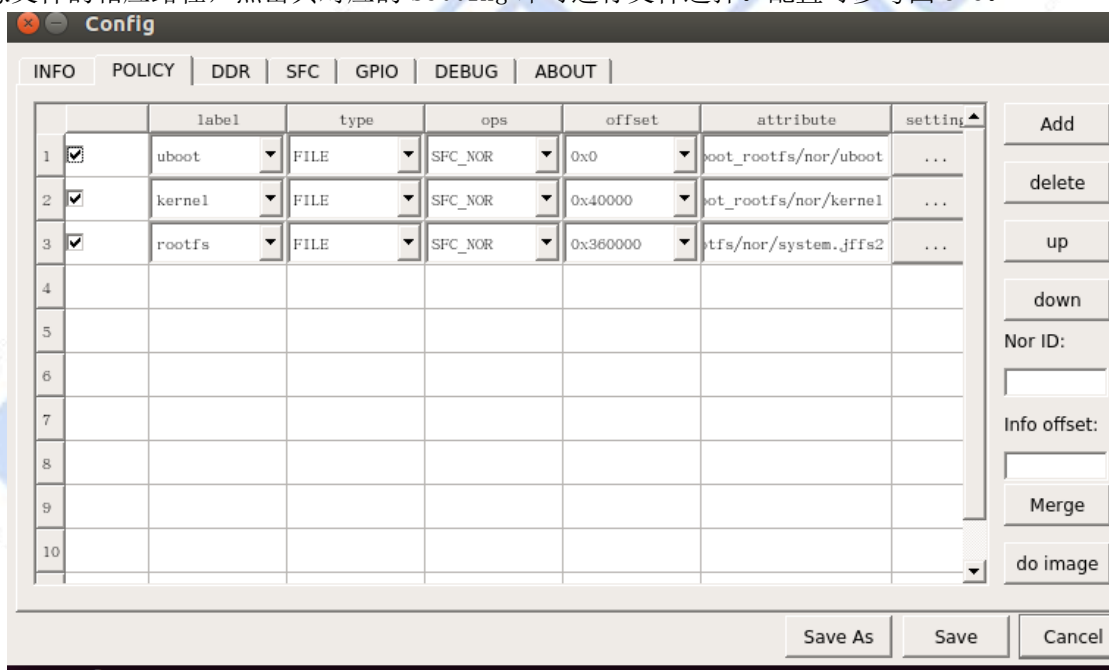

图 3-6
2、配置镜像文件路径，点击 POLICY 进行相应的配置。顺序设置 uboot、kernel 和 rootfs 镜像文件的相应路径，点击其对应的 setting 即可进行文件选择。配置可参考图 3-6。